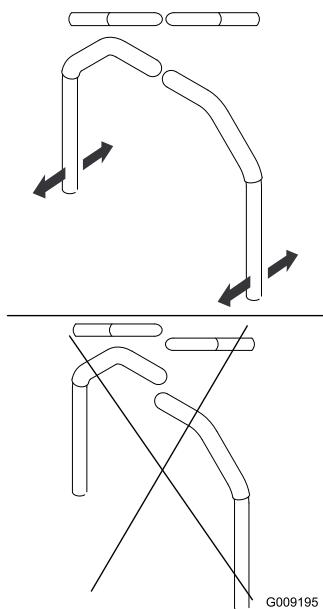

Figura 82
4. Ajuste la posición delante/detrás de las palancas acercándolas a la posición de punto muerto y deslizándolas hasta que queden alineadas, y luego apriete los pernos (Figura 82).